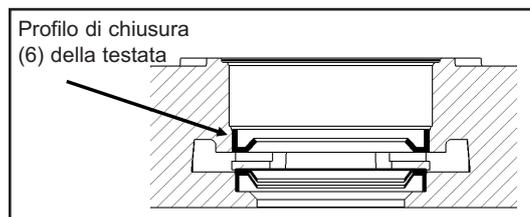

Figura 20
4. Lubrificare leggermente una guarnizione per ritenuta grasso nuova (6) della testata. Aiutandosi con un posa guarnizione di dimensione adeguata spingerla nell'alloggiamento del cuscinetto, chiusura verso l'alto, di fronte al cuscinetto. Assicurarsi che la guarnizione sia allo stesso livello della base dell'alloggiamento ; vedi figura 20.